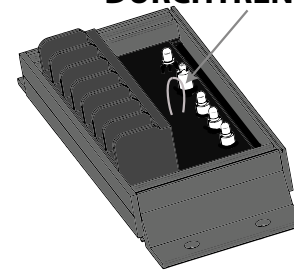

Abbildung 2d. Durchtrennen der Schleife für die Regelungsauswahl.
3. Eine Drahtschleife ragt aus der Verkleidung hervor. Um auf niedrigfrequente Regelung umzustellen, schneiden Sie diese Schleife mit einem Seitenschneider durch. Siehe Abbildung 2d.